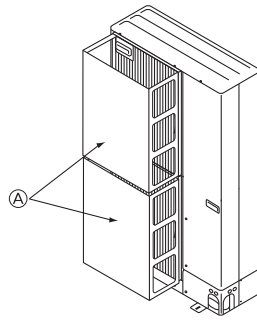

Fig. 2-4
- ② Установите дополнительный воздуховод, если прибор установлен в месте, где сильный ветер от тайфуна и т.д. может попасть непосредственно в вентиляционную решетку. (Fig. 2-4)